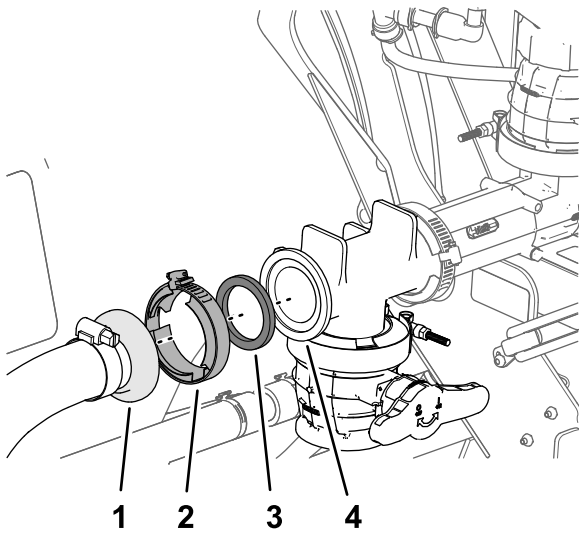

Figure 31
7. Fixez le raccord droit cannelé du flexible du mélangeur à la bride du raccord en T du mélangeur avec un joint et un collier bride et serrez le collier à la main (Figure 31).